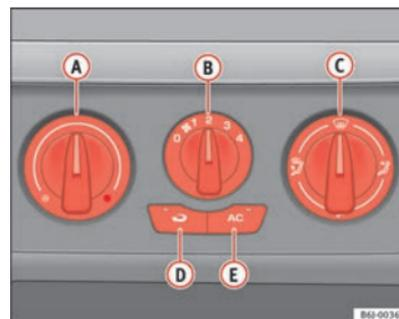

Fig. 89 Comandos do Ar Condicionado no painel de instrumentos
- Com os reguladores ⇒ fig. 89 **A** e **C** e com o comando **B** é ajustada a temperatura, a distribuição do ar e a velocidade do ventilador.
- Fechar os difusores ③.
- Abra e oriente os difusores ④ em direcção às janelas.